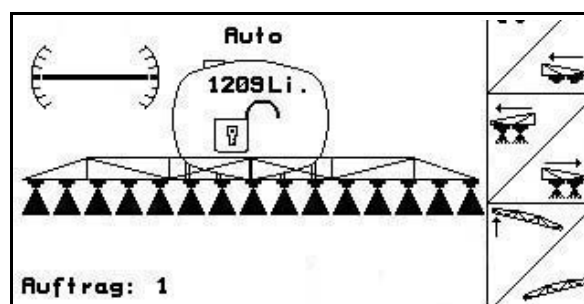

Fig. 98
- På displayet vises symbolet for hældningsindstillingen (Fig. 98/1) den vandrette justering af sprøjtebommen.